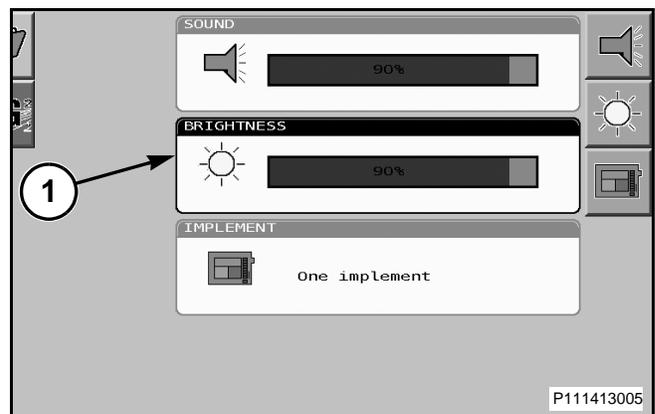

FIG. 76
FIG. 76: Para seleccionar el ajuste de brillo, desplácese hasta la casilla de ajuste de brillo (1) para resaltarla y a continuación presione el botón de la rueda de selección para seleccionarla.